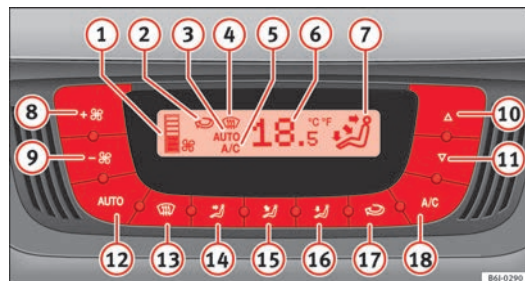

Fig. 104 Mandos del Climatronic en el tablero de instrumentos
- Pulse las teclas 10 y 11 ⇒ fig. 104 para ajustar la temperatura.
- Pulse la tecla **AUTO**. Se visualiza la indicación  $\Rightarrow$  fig. 104 **3**.
- Pulse las teclas **10** y **11**  $\Rightarrow$  fig. 104 para ajustar la temperatura deseada en el habitáculo. Se recomienda ajustar una temperatura de 22°C (72°F).
- Pulse una de las teclas  $\Rightarrow$  fig. 104 **14** a **16** o presione el regulador del ventilador **8** y **9**. Se apaga la indicación **3**.
El ventilador puede ajustarse por medio de las teclas **8** y **9**  $\Rightarrow$  fig. 104. Si el ventilador está apagado (en la pantalla no se indica ningún nivel **1**) y si transcurrido 1 segundo se vuelve a pulsar la tecla **9**, se apaga el Climatronic.
- Pulse la tecla  para conectar o desconectar la recirculación de aire. Está conectada si aparece el símbolo  => fig. 104 en la pantalla.